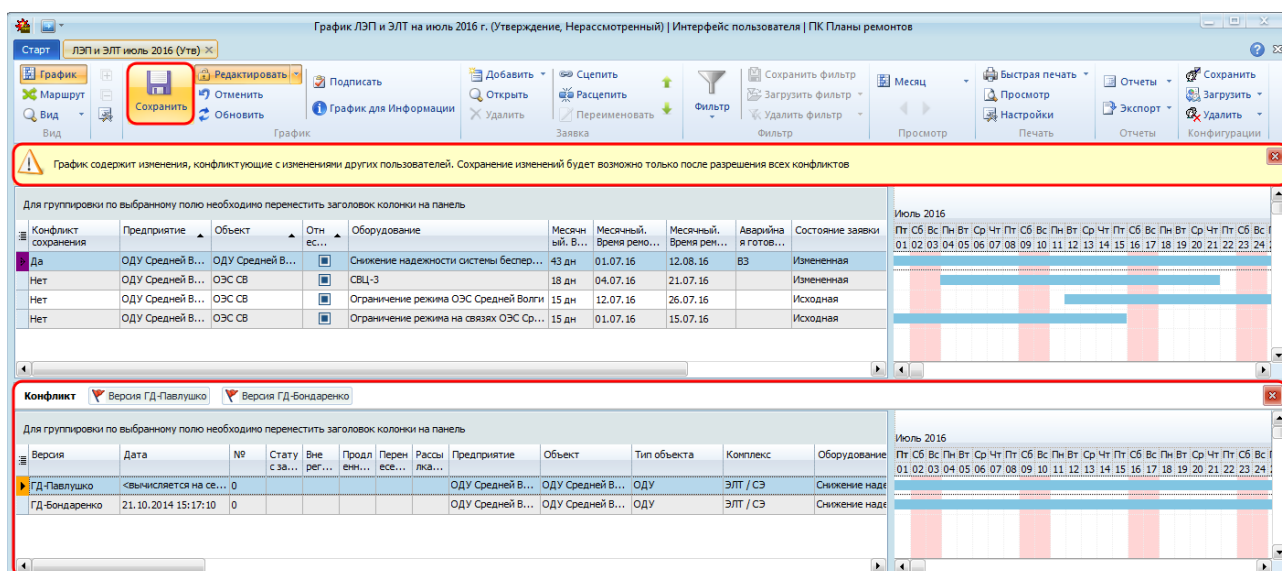

Рисунок 10.68 – Конфликт сохранения
- если два пользователя одновременно редактировали одну и ту же заявку, то пользователь, который сохраняет график позже другого, увидит график в режиме конфликтов версий (Рисунок 10.68).